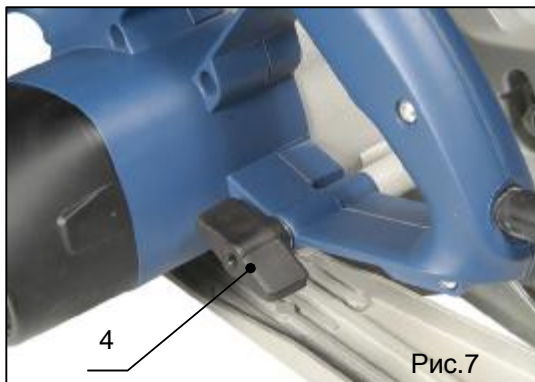

Рис.7
1. Ослабьте барашковый винт (поз.4, рис.7) установки глубины резания, повернув его против часовой стрелки.
3. Убедитесь, что рычаг (поз.4, Рис.7) тщательно затянут после того, как установили нужную глубину резания.